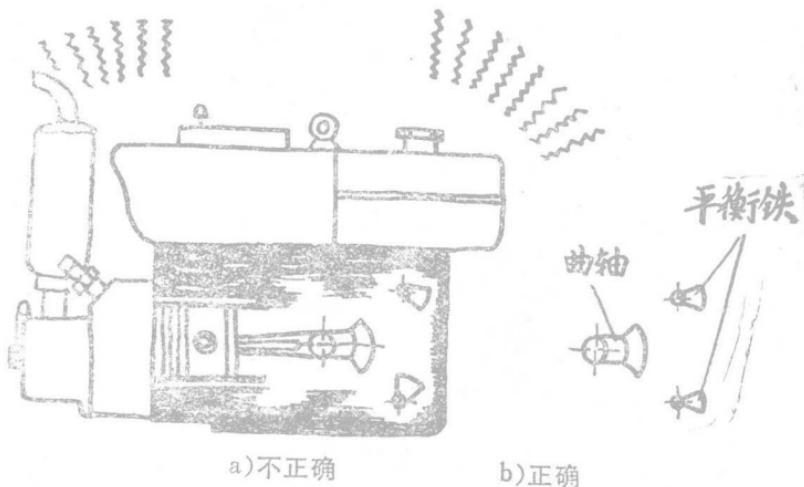

图3 S195平衡铁装错引起强烈振动
(2) 不懂柴油机某些机构的作用，随便安装引起的故障。例如，S195两个平衡块，是用来平衡曲轴连杆机构的，不懂它们的作用，就有可能装错，引起柴油机强烈振动的故障。（见图3）。